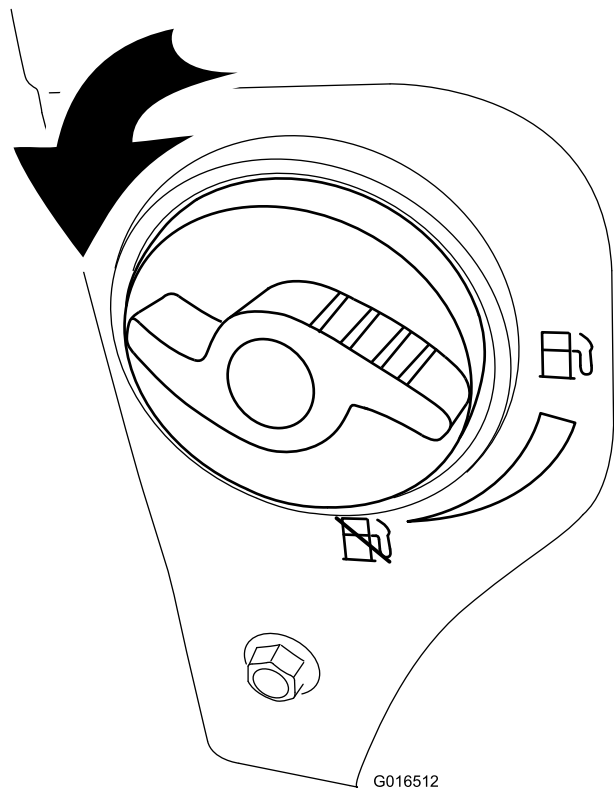

Figure 15
- 2. Ouvrez le robinet de carburant en le tournant de ¼ de tour dans le sens antihoraire (Figure 15).